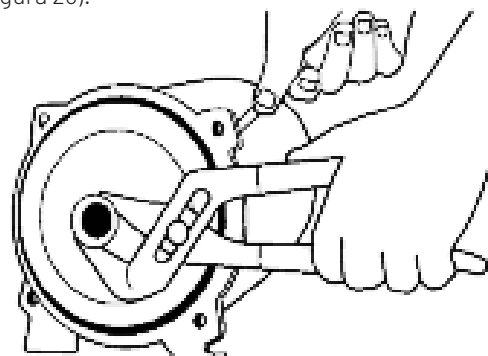

Figura 25: Retire el impulsor
4. Retire el impulsor sujetando el eje de la bomba con un destornillador colocado en el extremo ranurado del eje del motor y girando el impulsor en sentido antihorario (Figura 25).
3. Retire los 3 tornillos con cabeza que sujetan el difusor a la placa de sellado y retire el difusor. Cuando reemplace el difusor, use tres calzas de .010" de espesor igualmente espaciadas entre el ojo del impulsor y la abertura del difusor. Esto centra los difusores y evita el roce del impulsor (Figura 25).